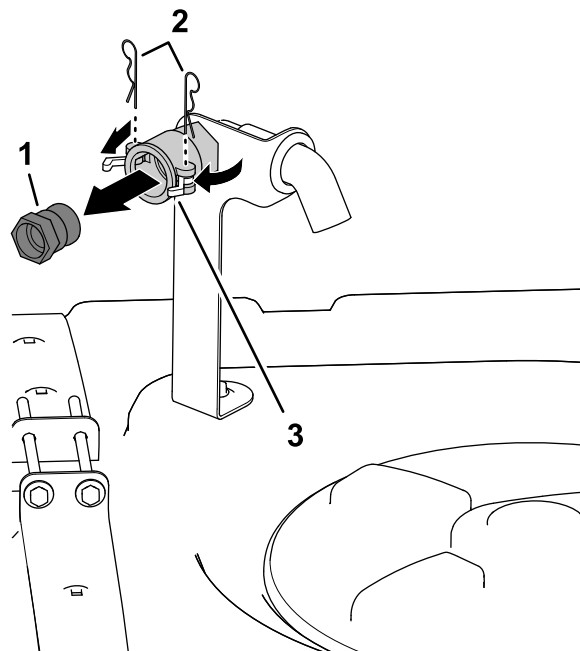

Figura 4
1. No lado dianteiro direito da cobertura do depósito, retire os 2 pernos de gancho que prendem os trincos do acoplamento de desligação rápida para o recetáculo de enchimento antissifão (Figura 4).
2. Rode e abra os trincos para desbloquear o encaixe de desligação rápida do acoplamento de desligação rápida (Figura 4).
3. Retire o encaixe de desligação rápida do acoplamento de desligação rápida (Figura 4).
4. Feche os trincos e instale os pernos de gancho nas flanges do acoplamento de desligação rápida (Figura 4).